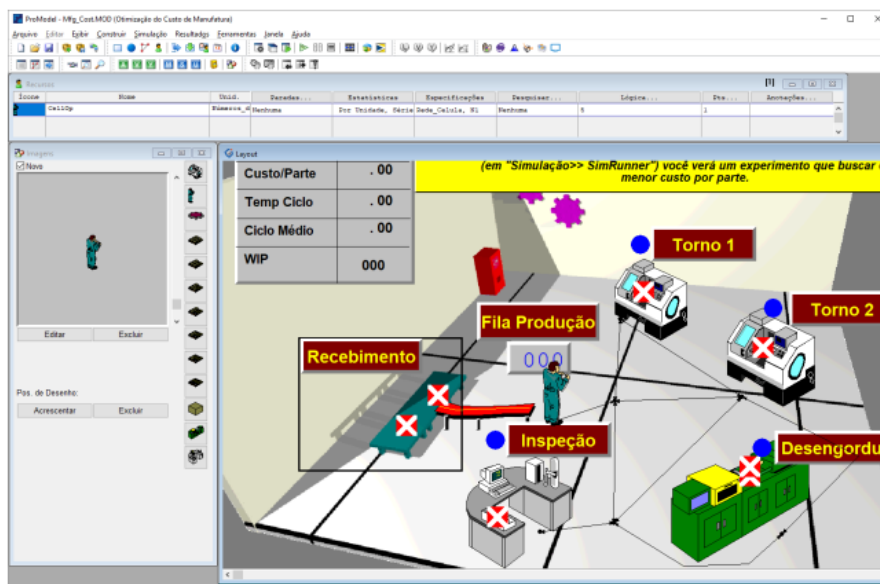

Figura 7. Exemplo de modelo para simulação Mfg_Cost.MOD. **Fonte:** Belge Engenharia (CDROM).
- **Simulação:** A simulação é uma das técnicas mais utilizadas em PO. É uma ferramenta bastante flexível, poderosa e intuitiva, e por isso, vem se popularizando. Essa técnica consiste no uso de um computador para imitar (simular) a operação de um processo ou sistema. Existem alguns softwares que realizam simulações como o Arena e o ProModel. A Figura 7, apresenta uma tela de simulação realizada no ProModel.